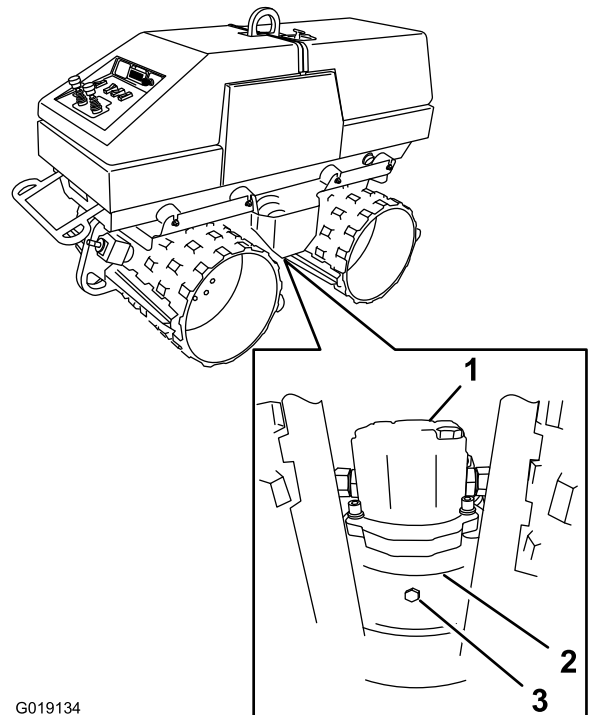

Figure 77
1. Localisez le moteur hydraulique de l'excentrique sur le côté extérieur inférieur droit de la machine (Figure 77).
2. Localisez le chapeau de moteur d'excentrique sur lequel le moteur hydraulique est monté (Figure 77).
4. Enlevez le bouchon de vidange au bas du chapeau du moteur d'excentrique pour permettre le vidange de l'huile (Figure 77).
6. Remettez le bouchon de vidange dans l'orifice de vidange du chapeau de moteur à excentrique (Figure 77).